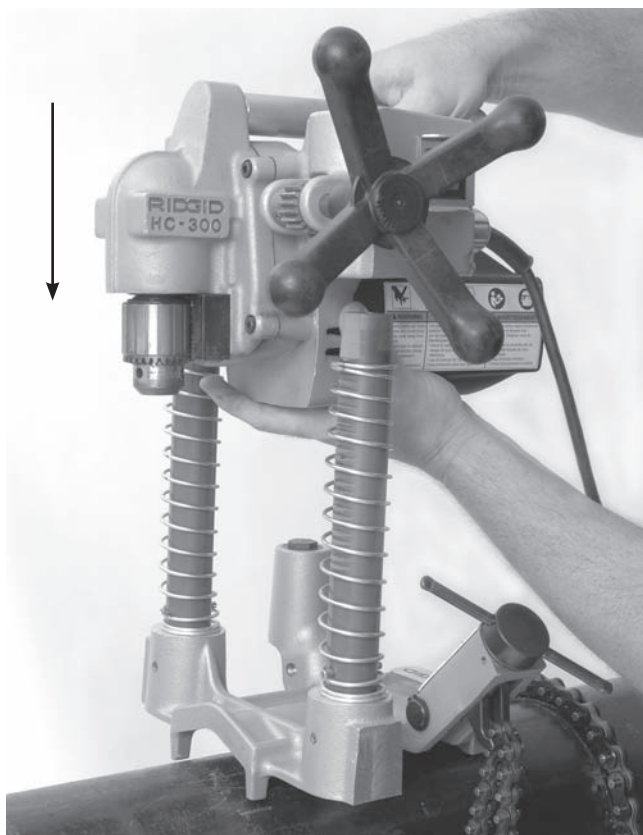

Figura 9 – Fixação do Conjunto do Motor ao Conjunto da Base da HC-300
5. Eleve cuidadosamente o conjunto do motor e alinhe as aberturas do poste no conjunto do motor com os postes do conjunto da base. Pressione o conjunto do motor até o êmbolo engatar no poste para reter o conjunto do motor na base. Confirme se o conjunto do motor está firmemente fixo na base. (Ver Figura 9.)